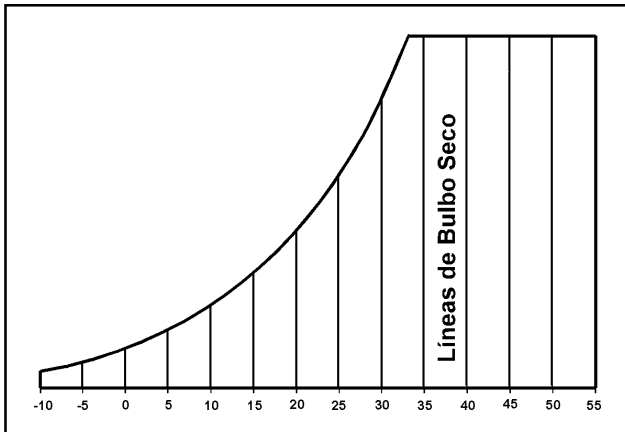

Figura 13.12 - Líneas de temperatura de bulbo seco  $^{\circ}C$ .
**1. Temperatura de Bulbo Seco.-** En primer término, tenemos la temperatura de bulbo seco. Como ya sabemos, es la temperatura medida con un termómetro ordinario. Esta escala es la horizontal (abcisa), en la parte baja de la carta, según se muestra en la figura 13.12. Las líneas que se extienden verticalmente, desde la parte baja hasta la parte alta de la carta, se llaman líneas de temperatura de bulbo seco constantes, o simplemente «líneas de bulbo seco». Son constantes porque cualquier punto a lo largo de una de estas líneas, corresponde a la misma temperatura de bulbo seco indicada en la escala de la parte baja. Por ejemplo, en la línea de  $40^{\circ}C$ , cualquier punto a lo largo de la misma, corresponde a la temperatura de bulbo seco de  $40^{\circ}C$ .